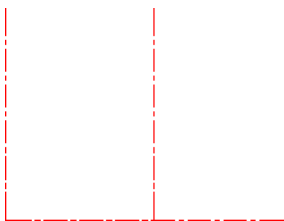

图 17.12.4 偏移竖直网轴线 1
(1) 偏移竖直网轴线 1。选择 **修改(M)** **→** **偏移(O)** 命令，将上步创建的竖直网轴线向右偏移 8400，完成后的图形如图 17.12.4 所示。